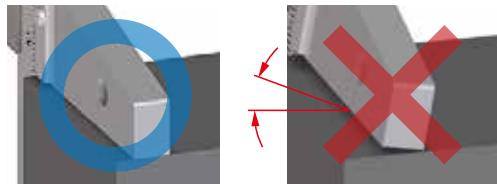

Fig. 5
1. Realice la medición mientras la superficie de referencia está completamente en contacto con la pieza de trabajo. (**Fig. 5**)